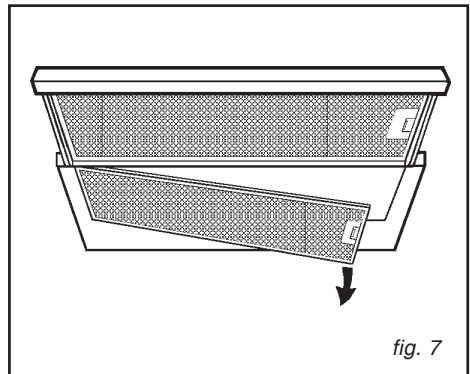

fig. 7
• **Ausbau des Fettfilters (Abb.7)**
In Übereinstimmung mit dem Handgriff den Feststeller nach innen stossen und den Filter nach unten ziehen (Abb. 7); Schiebegerüst öffnen und den zweiten Filter auf dieselbe Weise entfernen. Die Kohlenfilter können mittels Drehung